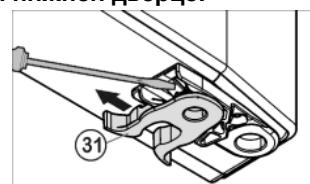

Fig. 9
- переставить пружинный зажим Fig. 9 (31): Нажать вниз язычок защелки, снять с него пружинный зажим.